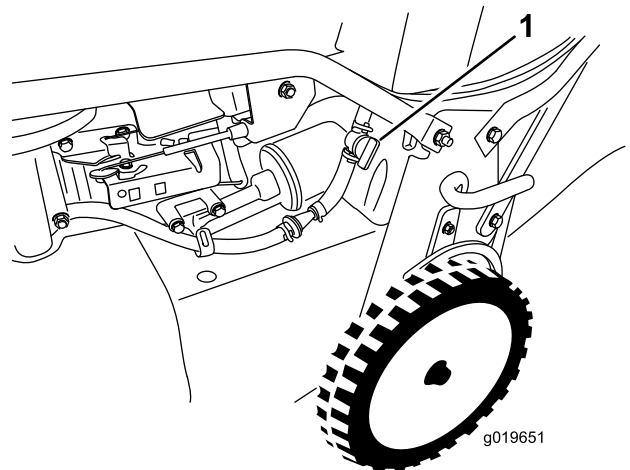

Figure 18
2. Ouvrez le robinet d'arrivée de carburant (Figure 18).